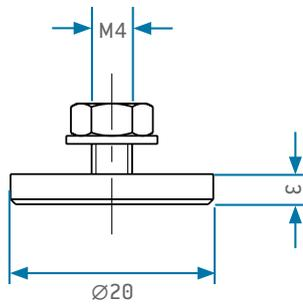

Abb.113
- Das Montagebeispiel (Siehe Abb. 113) zeigt das montierte Adapter Vorführsystem Tisch. Artikel-Nr. 638.050.000.000.003.